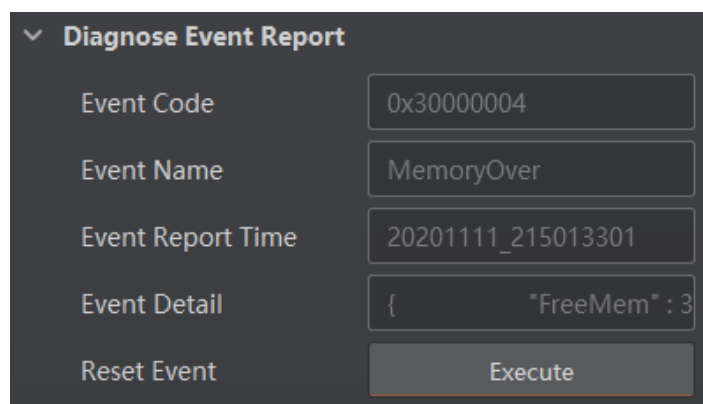

图3-97 数据统计
3. 查看相关数据，如图 3-97 所示，具体参数含义如下：